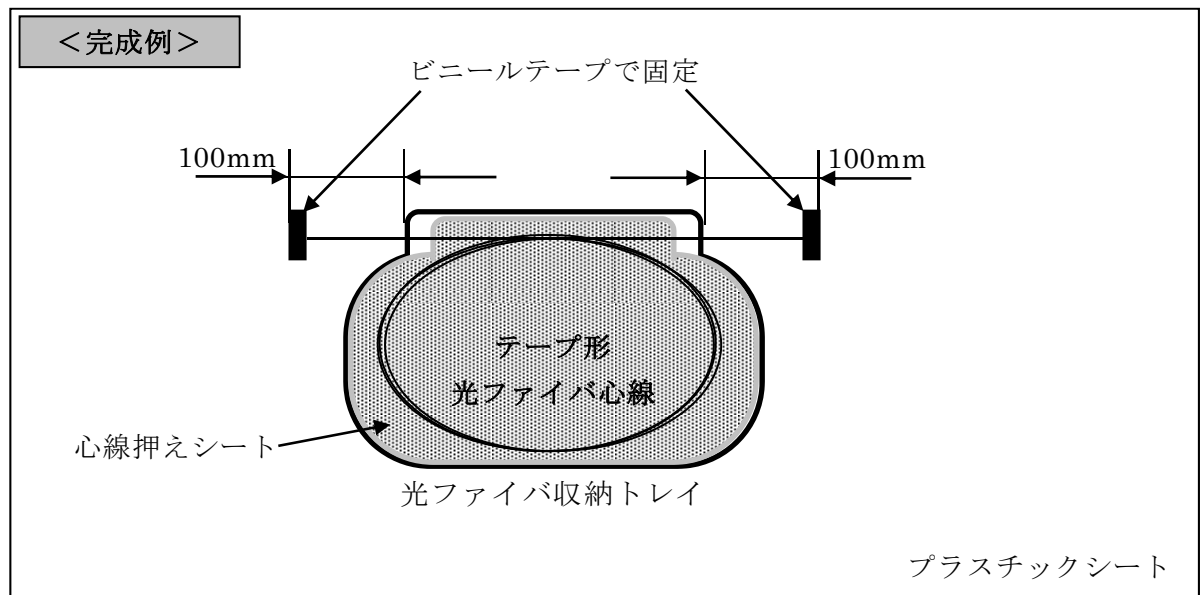

図 1 光ケーブル配線施工作业課題
- (1) 図 1 を参考にして、支給されたプラスチックシート上に光ファイバ収納トレイの上部端から 100mm のところで、支給された長さのテープ形光ファイバ心線の両端をビニールテープで固定する。この際に固定したビニールテープから、テープ形光ファイバ心線がはみ出さないようにする。
- (2) 固定したテープ形光ファイバ心線をねじれなくトレイに収納する。なお、テープ形光ファイバ心線の許容曲げ半径は、30mm 以上とする。収納後、心線押えシートを取り付ける。
- (3) 固定したビニールテープは、その後取り外すことはできない。もう一度、作業をやり直したい場合は、収納した心線を元に戻してビニールテープを取り外し、再びテープ形光ファイバ心線の両端をビニールテープで固定してからトレイに収納する。